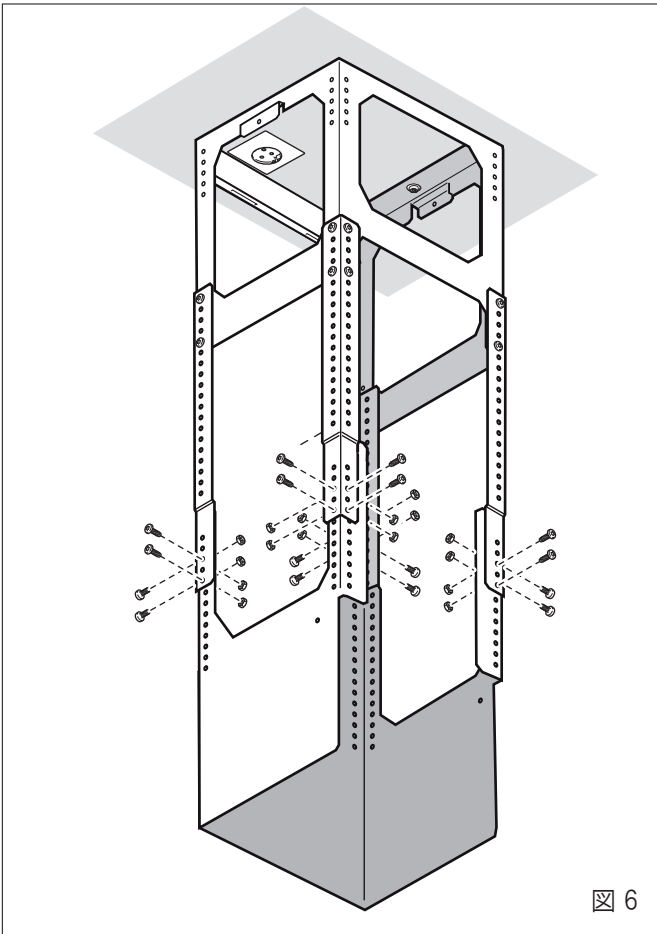

図 6
3. 下部吊下げ金具をエクステンションに差し込み、16 個のビスを使用して固定してください。（図 6）